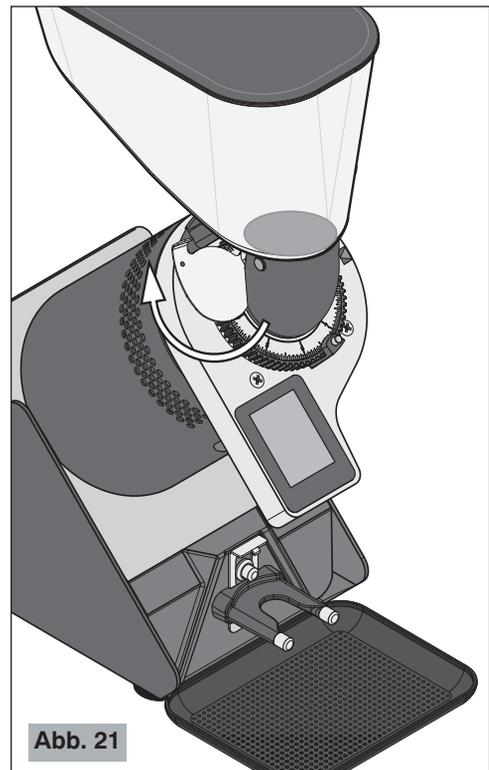

Abb. 21
**!** Vergewissern Sie sich, dass der Kaffeebohnenbehälterverschluss des Kaffeebohnenbehälters vollständig bis zum Anschlag offen ist (siehe Abb. 21).